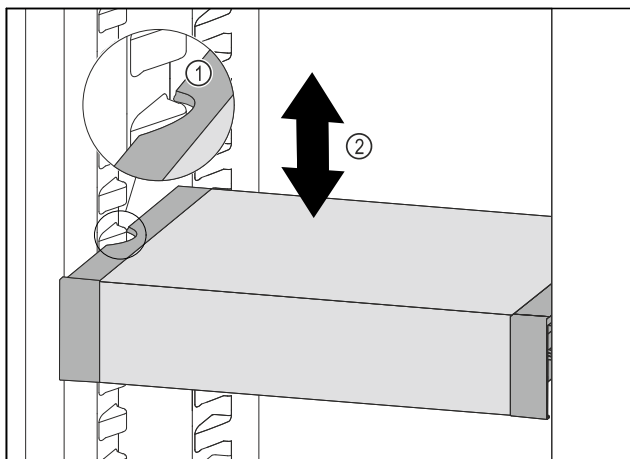

Fig. 118
- Trageți în față VarioSafe, până când degajările laterale ale VarioSafe se află la înălțimea nervurii recipientului din frigider. Fig. 118 (1)
- Mișcați în sus sau în jos VarioSafe în frigider, până când este atinsă înălțimea dorită. Fig. 118 (2)